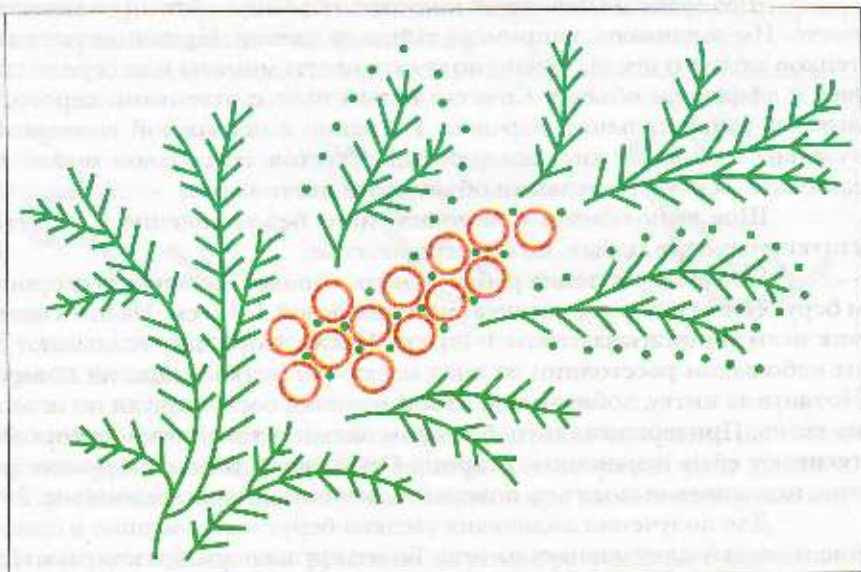

Рис. 25. Ветка мимозы
1. Переведите на ткань изображение ветки мимозы (рис. 25).